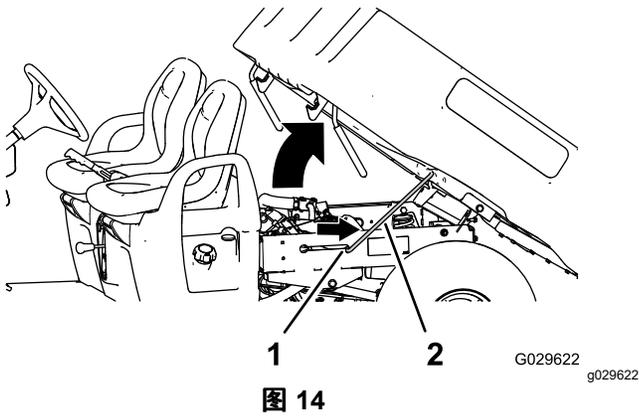

图 14
2. 将支撑杆拉入止动槽固定货箱图 14。
2. 将支撑杆拉出止动槽图 14。
3. 放下货箱直至牢固锁定到位图 14。